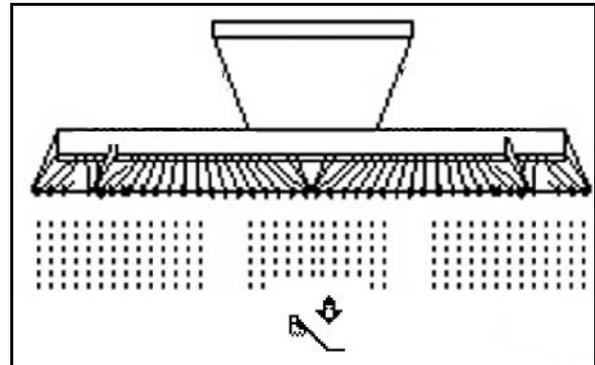

Fig. 57
1. Présélectionnez la pression d'enterrage des socs (Fig. 57).
1.  Présélectionnez la pression socs/recouvreur (Fig. 57).
1.  Sélectionner la profondeur des dents (Fig. 57).